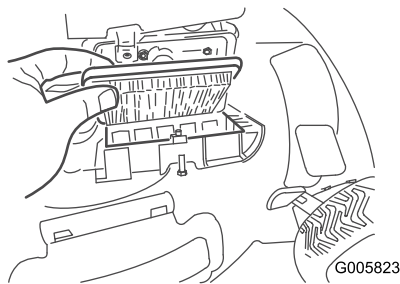

Figura 18
2. Sostituite il filtro dell'aria (Figura 18).